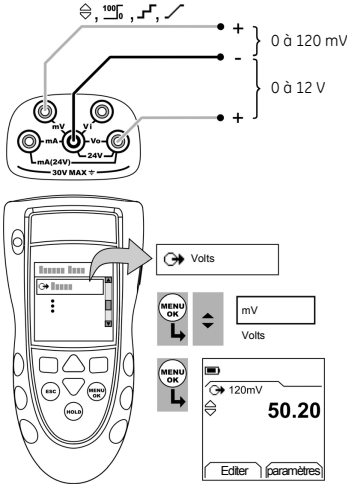

Figure 2 : Exemple de configuration - Alimentation en mV ou en volts
1. Brancher l'instrument (Figure 2) et, si nécessaire, régler la *Configuration* (Tableau 1).